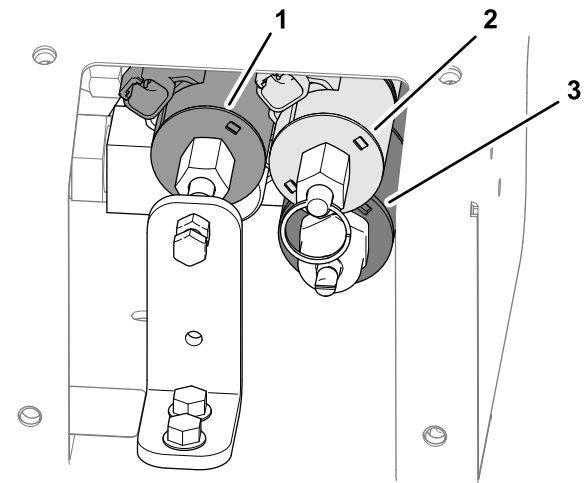

Bild 29
3. Suchen Sie die drei Steuerventile (Bild 29).